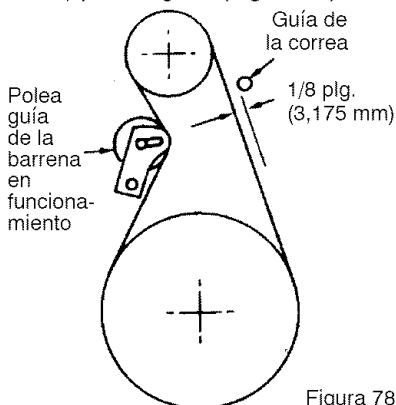

Figura 78
3. Mida la distancia entre la guía de la correa y la correa. La distancia debe ser de 1/8 de pulgada (3,175 mm) para la guía. (Figura 78).